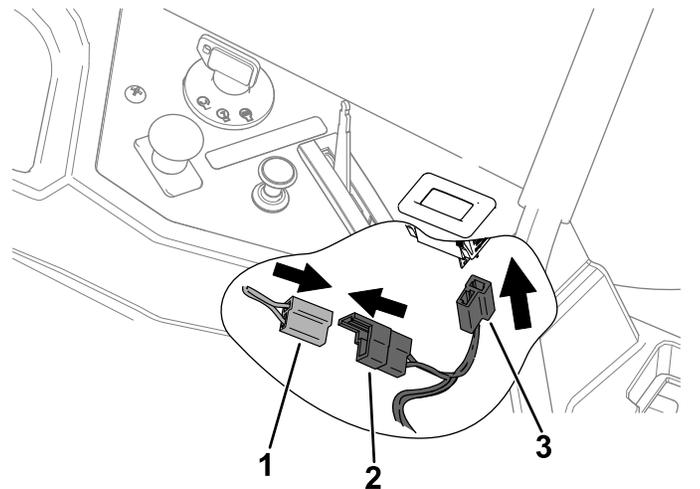

Figura 8
3. Conecte el conector de salida del horímetro del arnés de cables del kit al conector del horímetro del arnés de cables de la máquina (Figura 8).